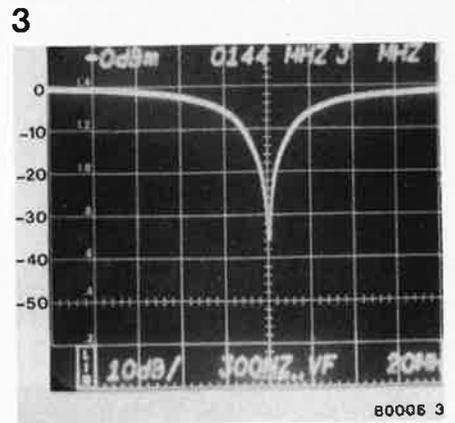
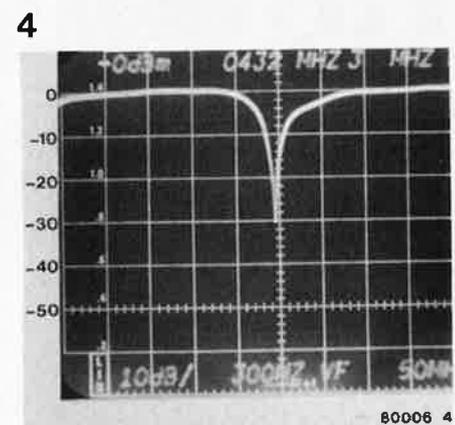

Figure 3. Photographie, prise sur un analyseur de spectre, d'un filtre coaxial  $\lambda/4$  pour la bande des 2 mètres. L'atténuation est d'environ 36 dB.
Figure 4. Le filtre réjecteur destiné à la bande des 2 mètres peut également servir pour la bande des 70 centimètres, avec des résultats légèrement moins bons.
Considérons un filtre réjecteur pour un émetteur amateur fonctionnant dans la bande des 2m. Les émetteurs amateurs des bandes 2m et 70 cm nous semblent désignés comme les principales cibles des plaintes relatives aux interférences. Pour la bande des deux mètres,  $\lambda/4$  correspond à  $1/4 \times 2 = 0,5$  m. Pour trouver quelle doit être la longueur exacte du stub  $\lambda/4$ , il faut multiplier cette valeur par le facteur de réduction. Tous les fabricants (et tous les distributeurs sérieux) seront capables de donner cette information. Il est sage de couper le câble à une longueur légèrement plus grande que celle qui est ainsi calculée, afin de pouvoir l'ajuster au maximum de suppression du signal parasite, après avoir connecté le stub. On peut parvenir à ce résultat en coupant successivement de petits morceaux. Lorsqu'on a trouvé la longueur correcte, on peut enrouler le stub  $\lambda/4$ . Il paraîtra ainsi plus propre. Comme nous l'avons indiqué plus haut, l'une des caractéristiques de ce type de filtre est qu'il va éliminer plusieurs fréquences. Cela peut être un avantage: un filtre pour la bande des 2 mètres éliminera aussi bien les signaux de la bande des 70 centimètres. Ce fait est illustré par les photos prises sur l'analyseur de spectre (figures 3 et 4). La figure 3 montre comment le filtre atténue les interférences à la fréquence pour laquelle il a été conçu à l'origine: 144 MHz (c'est-à-dire la bande des 2 mètres). La figure 4 illustre son effet à 432 MHz (bande des 70 centimètres). Comme l'amortissement du câble coaxial est plus grand aux fréquences plus hautes, l'atténuation ainsi réalisée est inférieure à celle obtenue sur 144 MHz. La photo nous montre que la différence est d'environ 6 dB. La photo de la figure 5, prise aussi sur l'analyseur de spectre, donne une idée de l'atténuation sur la totalité de la bande de fréquences (100 MHz par division horizontale). ■
**Figure 3.** Sous l'impact des rayons représentés en figure 2, les noyaux radioactifs se désintègrent. De ce fait, apparaissent de nouveaux noyaux (radioactifs) qui se désintègrent à leur tour, jusqu'à ce que soit atteint, finalement, un état stable. L'ensemble présenté en figure 3 constitue une "famille d'éléments radioactifs". Dans le cas présent, il s'agit de la famille uranium-radium qui illustre la décomposition progressive de l'U238 en Ra206G ou plomb (Pb206).